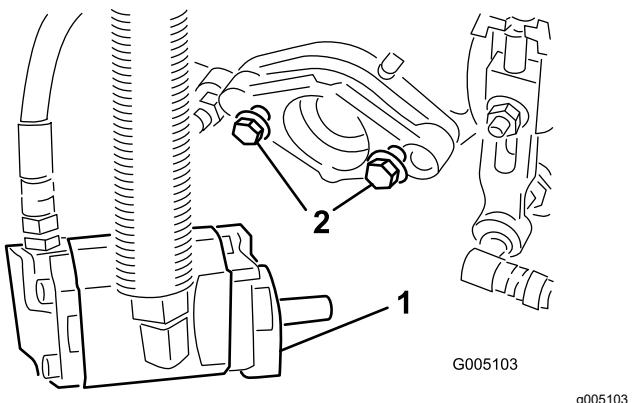

图 9
6. 确保每个滚刀驱动马达安装螺栓都有大约13mm的螺纹露在外面图9。
9. 然后旋紧安装螺栓图9。